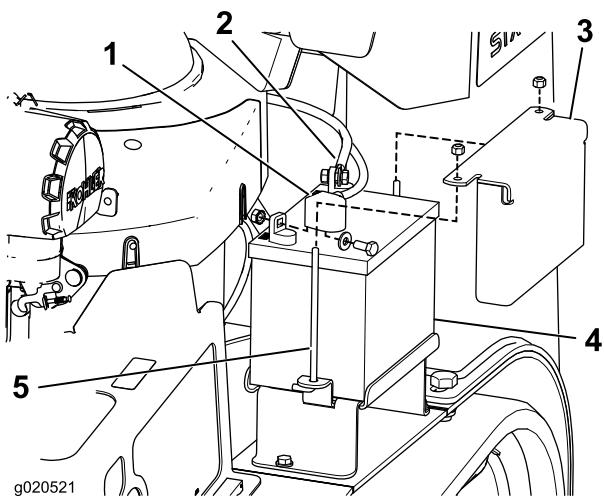

Bild 40
3. Nehmen Sie die Gummiabdeckung vom Minuskabel ab. Klemmen Sie zunächst das Minuskabel vom Minuspol (-) der Batterie ab (Bild 40).
4. Ziehen Sie die rote Polkappe vom (roten) Pluspol der Batterie ab. Ziehen Sie dann das (rote) Pluskabel ab (Bild 40).
5. Entfernen Sie die Befestigungsplatte, die J-Schrauben und die Sicherungsmuttern, mit denen die Batterie befestigt ist (Bild 40) und nehmen sie heraus.
1. Setzen Sie die Batterie in die Maschine (Bild 40).
3. Klemmen Sie zunächst das (rote) Pluskabel am Pluspol (+) der Batterie mit einer Mutter, Scheibe und Schraube an (Bild 40). Schieben Sie die Gummiabdeckung über den Batteriepol.
4. Klemmen Sie dann das Minuskabel und Erdkabel am Minuspol (-) der Batterie mit einer Mutter, Scheibe und Schraube an (Bild 40). Schieben Sie die Gummiabdeckung über den Batteriepol.